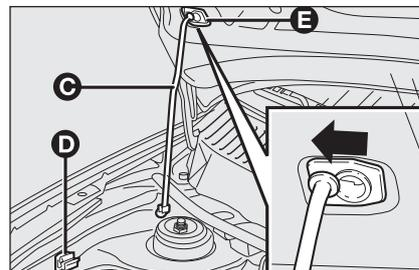

fig. 83
- ❑ sollevare il cofano e contemporaneamente liberare l'asta di sostegno **C**-fig. 83 dal proprio dispositivo di bloccaggio **D**-fig. 83, quindi inserire l'estremità dell'asta nella sede **E**-fig. 83 del cofano motore (foro grande) e spingere nella posizione di sicurezza (foro piccolo), come illustrato in figura.
- ❑ tenere sollevato il cofano con una mano e con l'altra togliere l'asta **C**-fig. 83 dalla sede **D**, con movimento inverso a quello di apertura, e reinserirla nel proprio dispositivo di bloccaggio;